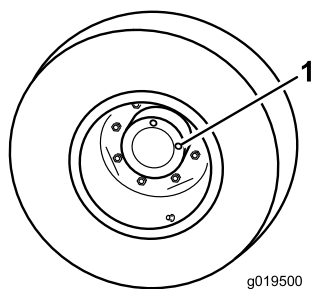

Bild 59
Prüfschraube (Bild 59) auf 12 Uhr und die andere auf 3 Uhr steht.
1. Prüfschraube (2)
2. Entfernen Sie die Schraube, die auf 3 Uhr steht (Bild 59). Der Ölstand sollte am unteren Rand des Prüflochs sein.